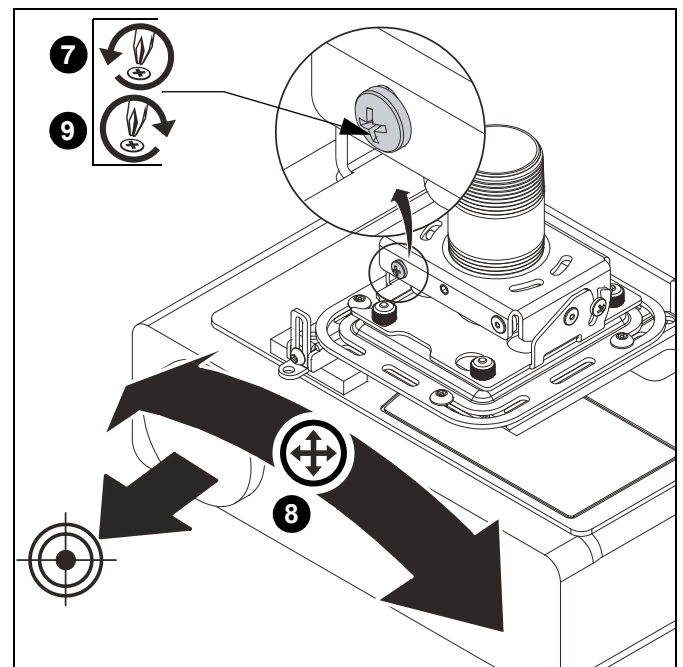

Figure 21
8. Réglez la position de pivotement latéral désirée du projecteur. (Voir Figure 21)